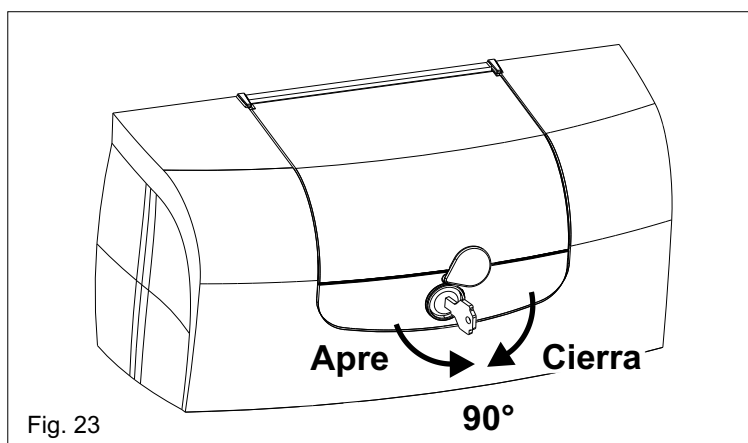

Fig. 23
- Abrir el cobrecerradura, Fig.23.
- Insertar la llave y girar a izquierda de 90° en sentido antihorario, Fig.23, abrir la taquilla.